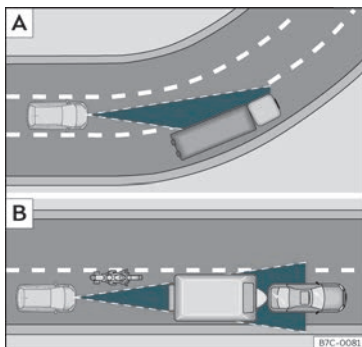

Fig. 154 **A** Veículo numa curva. **B** Motociclo que circula à frente, fora do raio de alcance do sensor de radar.
O ACC poderia não detetar em curva o veículo precedente ou poderia regular a distância com veículos que se encontram noutras faixas » **Fig. 154 A**.
- Veículos que circulem desalinhados ou fora da zona de deteção do sensor, por exemplo, motociclos » **Fig. 154 B**